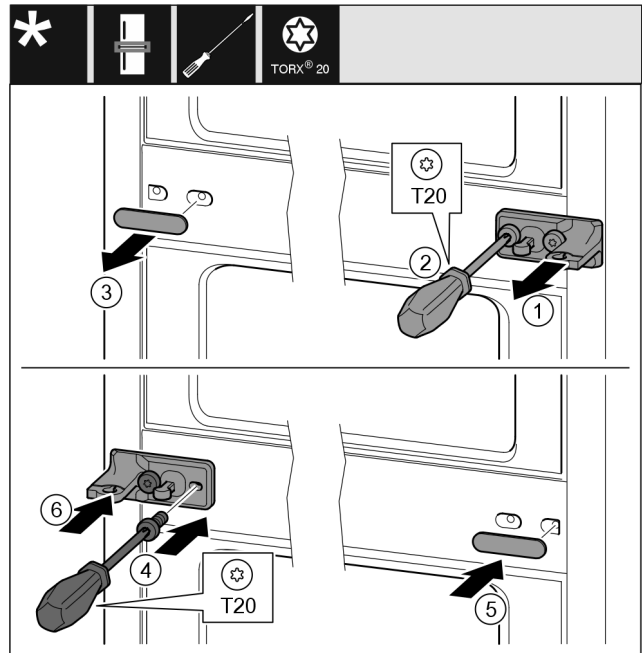

Fig. 21
- Hiqni kapakun Fig. 21 (1).
- Lironi vidat Fig. 21 (2) me një kaçavidë.
- Hiqni me kujdes kapakun mbulues Fig. 21 (3).
- Mbërtheni fort bazamentin mbështetës me pllakë Fig. 21 (4) në anën tjetër të rrotulluar me 180°.
- Vendosni kapakun mbulues Fig. 21 (5) në anën tjetër, të rrotulluar me 180°.
- Shtyni kapakun Fig. 21 (6) brenda nga përpara.